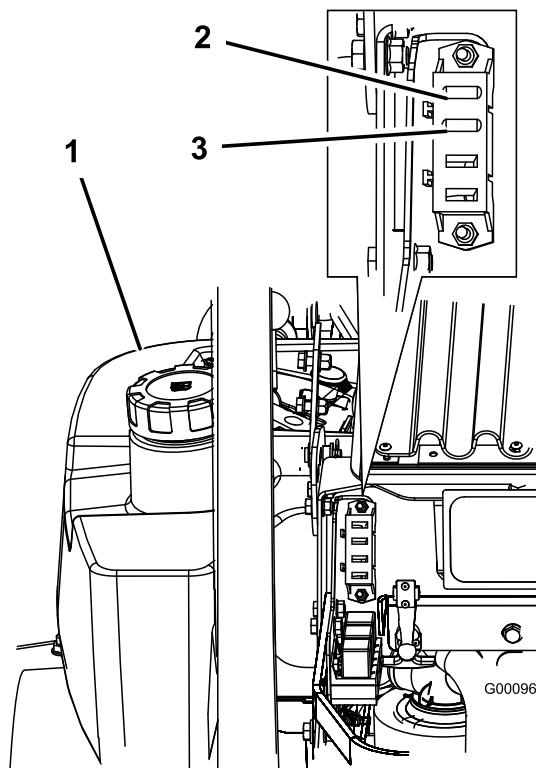

Figura 41
1. Sbloccate il cofano del motore ed alzatelo per accedere al portafusibili (Figura 41).
3. Montate un fusibile nuovo (Figura 41).